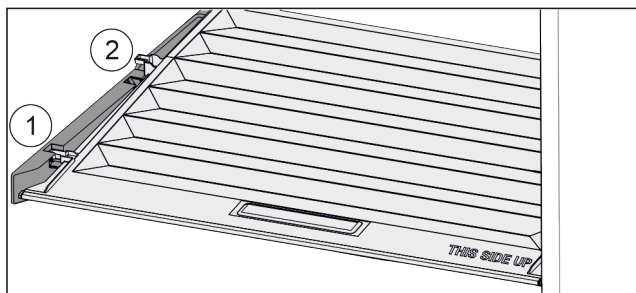

Fig. 150
- ▶ Deslice la tapa hacia delante hasta la abertura de las piezas de sujeción Fig. 150 (1).
- ▶ Levántela por detrás desde abajo y retírela tirando hacia arriba Fig. 150 (2).